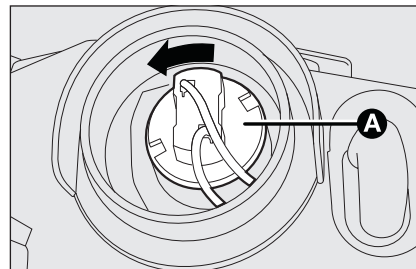

fig. 22
- ☐ ruotare in senso antiorario il portalampada **A-fig. 22** e sfilarlo;